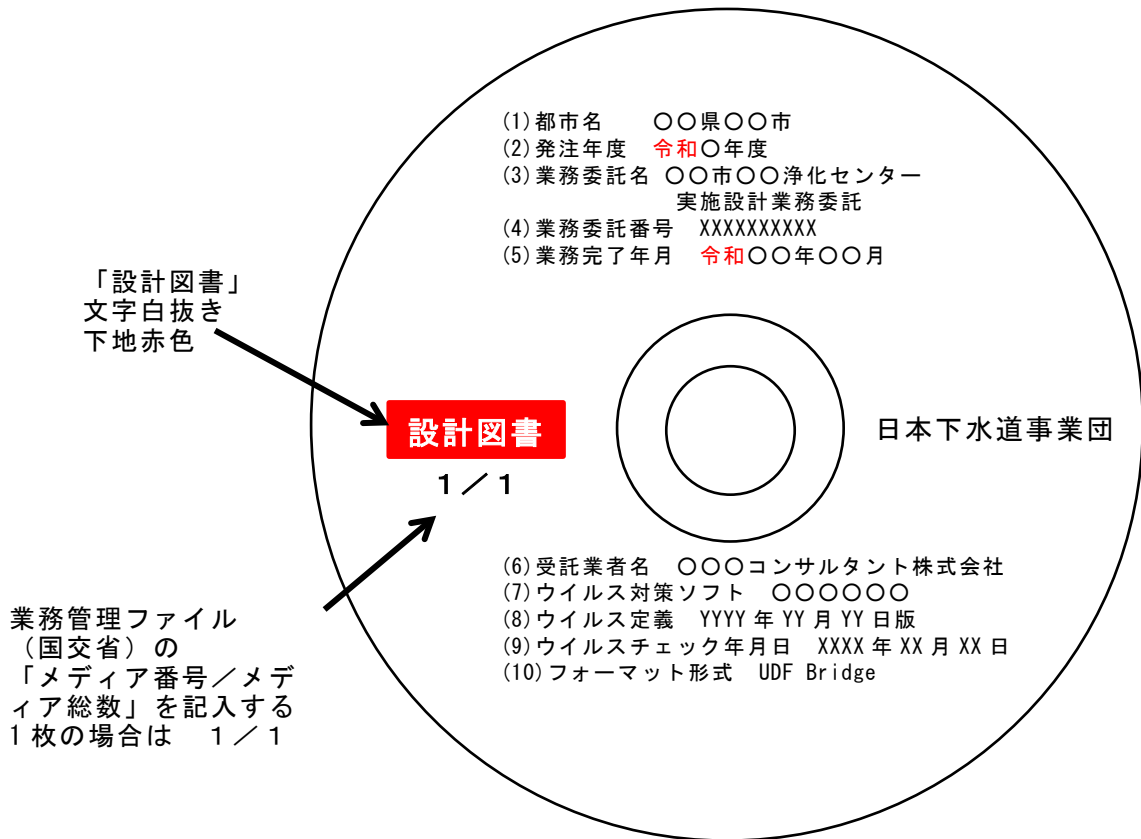

図 8-2 電子媒体ラベル面への表記
- 電子媒体のラベル面の表面には、以下の項目を直接印刷する（図 8-2）。
- 電子媒体のラベル面は、図 8-2 に示すとおり直接印刷する。シールは、温湿度の変化で伸縮し、電子媒体に損傷を与えることがあるため、使用しない。